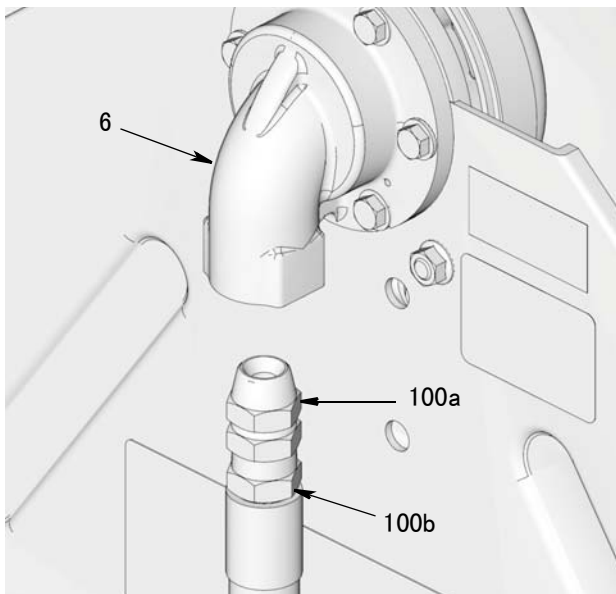

图 4
2. 在入口处 (6) 连接由令接头适配器 (图 4)。
3. 在入口软管 (100b) (图 4) 的螺纹 (6) 周围涂敷管螺纹密封剂或包裹 PTFE 胶带 (如需要)。
4. 在入口软管 (100b) (图 4) 处连接由令接头适配器 (100a)。用扳手拧紧连接处。